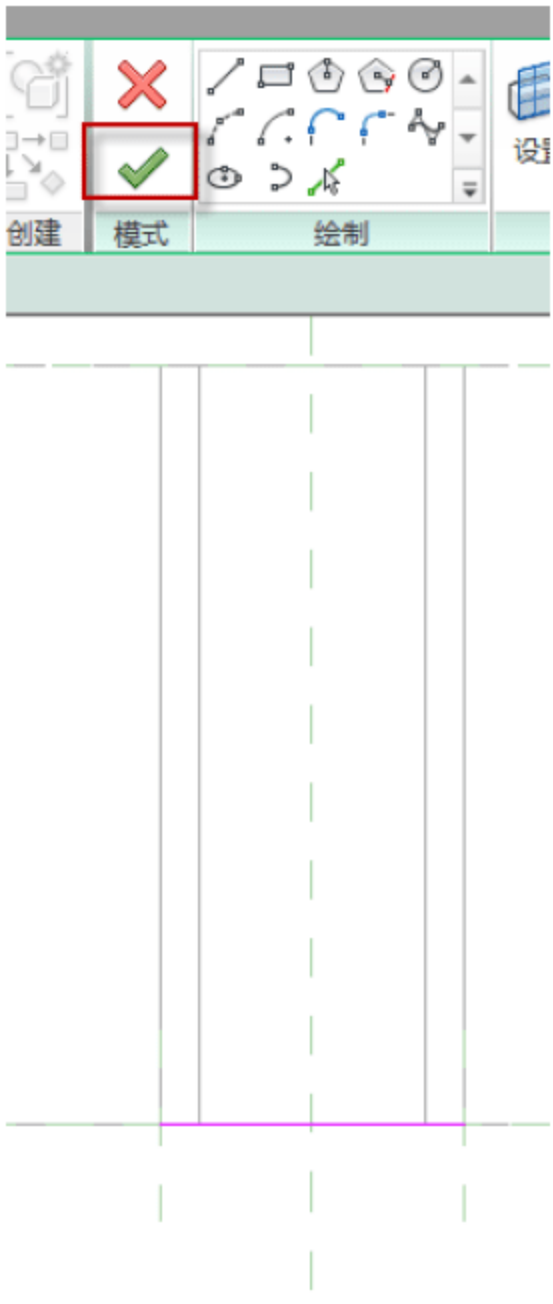

图 12.3.13 完成突出屋面风道的绘制
(11) 完成突出屋面风道的绘制。在上下文关联选项板中单击  $\checkmark$  按钮，完成柱的绘制，如图 12.3.13 所示。